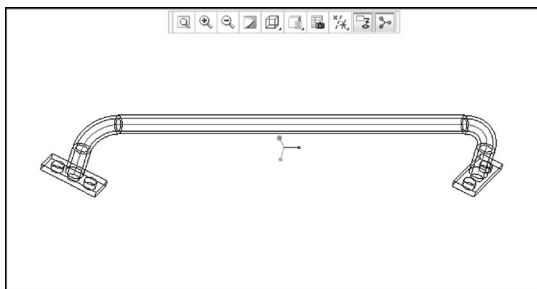

图 1-54 线框模式显示模型效果
STEP 05 单击“模型显示”面板中的“显示样式”右侧的下拉按钮，在弹出的列表框中选择“线框”选项，即可以线框模式显示模型，效果如图 1-54 所示。